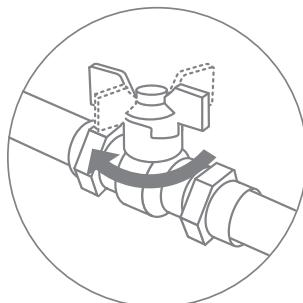

Рис. 7
- Перед началом работ перекройте подачу холодной воды (рис. 7) к месту подключения и сбросьте давление воды в системе, открыв вентиль смесителя.